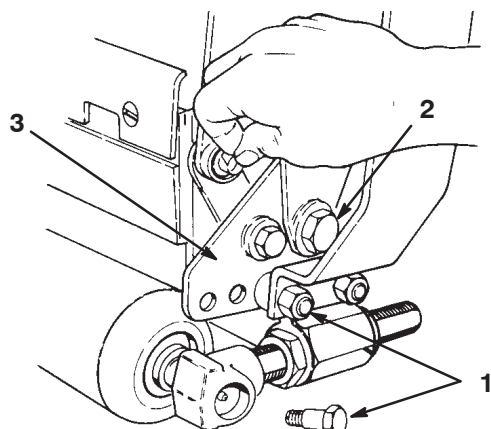

Bild 25
1. Nehmen Sie die Ansatzschrauben, Büchsen und Distanzstücke an jedem Ende des Geräts ab. Nehmen Sie dann den Untermesserträger bzw. das Untermesser ab (Bild 25).